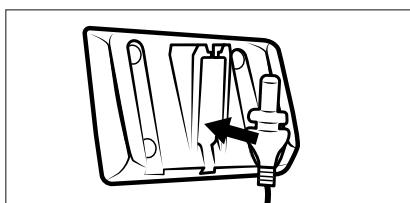

Fig. 4
- Sørg for, at der ikke er strømledninger eller andre ledninger eller rør i væggen, hvor du vil bore huller til vægholderne ⑧. Det er livsfarligt, hvis du borer i en strømførende ledning!
- 1) Sæt hulstikket ⑪ til netadapteren ⑩ ind i vægholderen ⑧ (se fig. 4). Fastgør hulstikket ⑪ ved at dreje det.